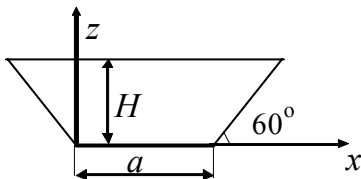

Рисунок 2.15
2.26. Открытый бак с размерами дна  $a = 2 \text{ м}$  и  $b = 1,2 \text{ м}$  заполнен водой с температурой  $80^\circ\text{C}$  на высоту  $H = 1,8 \text{ м}$  (рисунок 2.15). Определить полные силы давления на дно и боковые стенки бака. Плотность воды при  $80^\circ\text{C}$  –  $972 \text{ кг/м}^3$ .